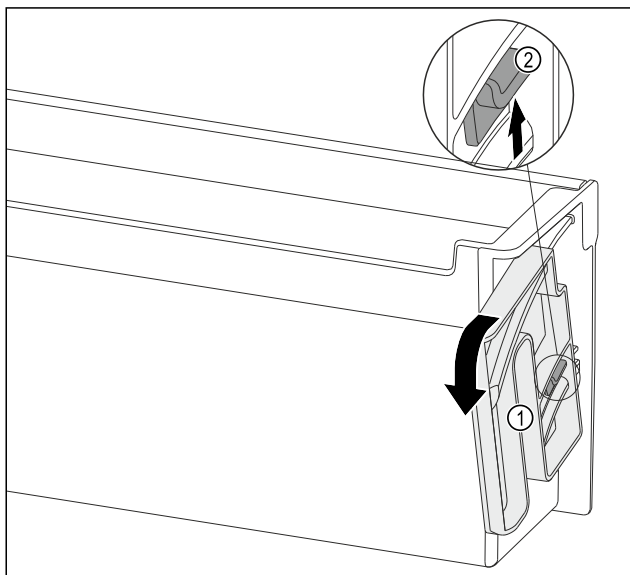

Fig. 117
- Obrócić pokrętło Fig. 117 (1) w określonym kierunku do oporu.
- Wcisnąć nakładkę Fig. 117 (2) w górę i wyjąć pokrętło Fig. 117 (1).